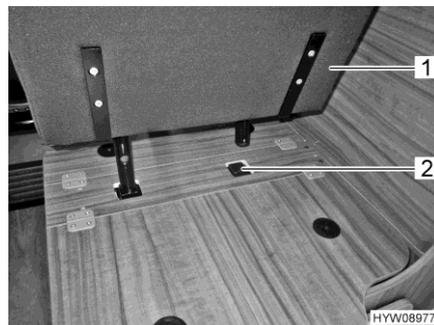

Fig. 25 Enchufar el asiento de enchufe en el soporte
- Enchufar el asiento de enchufe (Fig. 25,1) en el soporte (Fig. 25,2).